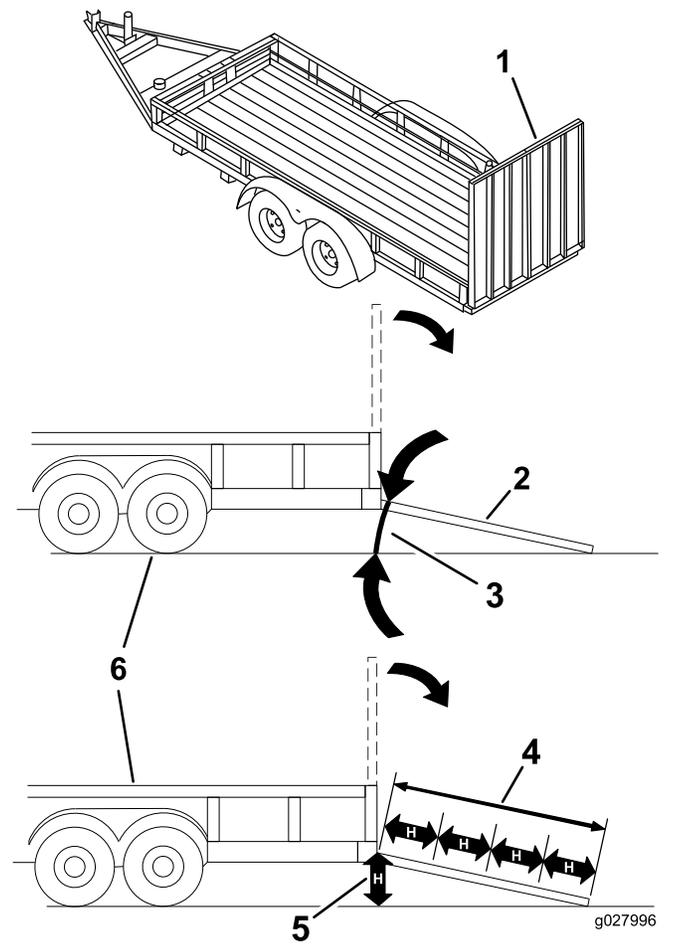

Bild 33
Das Laden einer Maschine auf einen Anhänger oder einen Lastwagen erhöht die Umkipfgefahr und könnte schwere oder tödliche Verletzungen verursachen (Bild 33).
3. Senken Sie die Rampe ab und stellen Sie sicher, dass der Winkel zwischen der Rampe und dem Boden höchstens 15 Grad beträgt (Bild 33).
1. Senken Sie die Rampe ab und stellen Sie sicher, dass der Winkel zwischen der Rampe und dem Boden höchstens 15 Grad beträgt (Bild 33).